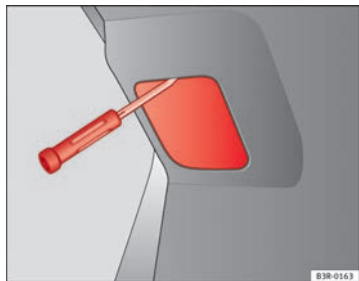

Abb. 219 Abdeckung der Gepäckraumklappe entfernen
- Schieben Sie einen Schraubendreher von oben in die Aussparung → Abb. 219 heben Sie die Abdeckung heraus.